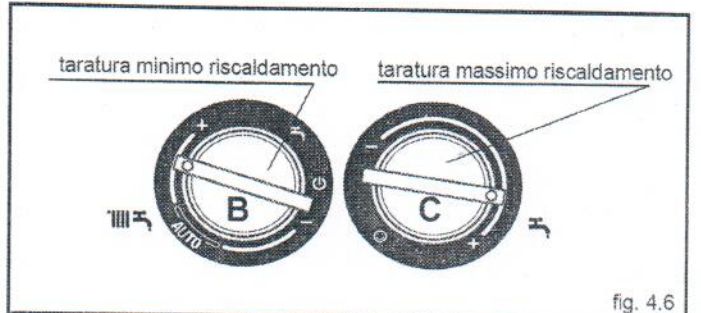

fig. 4.6
- ruotare la manopola di regolazione temperatura acqua riscaldamento B (fig. 4.6) fino a raggiungere il valore di minimo riscaldamento come indicato nella tabella multigas a pagina 7
- ruotare la manopola di regolazione temperatura acqua sanitario C (fig. 4.6) fino a raggiungere il valore di massimo riscaldamento come indicato nella tabella multigas a pagina 7